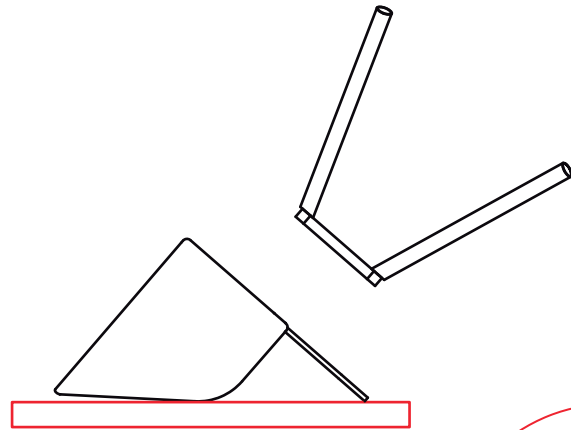

figura 1.
1. Disponga la silla con el asiento hacia el piso en una superficie plana y limpia (ver figura 1)